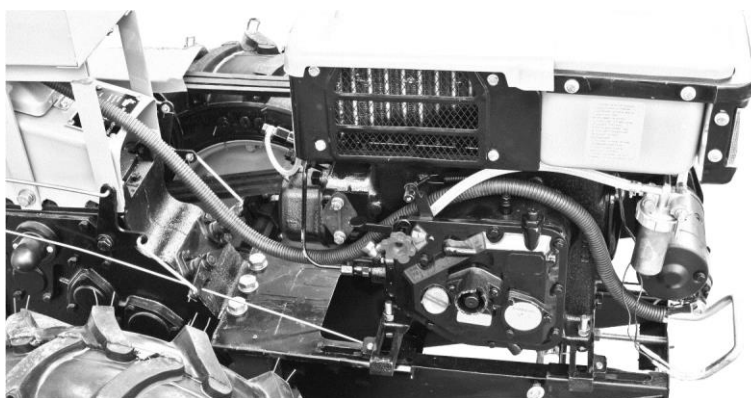

Рисунок 34. Правий вид мотоблока
31. Протягнути пластиковий рукав з електропроводами від відсіку для електроприладів до точки під'єднання електростартера і електрогенератора таким чином, як зображено на рис. 34.
33. Закріпити вимикач фари за допомогою гайки на кронштейні (3) (див. рис. 34.), який розташований на лівій рукоятці керма.